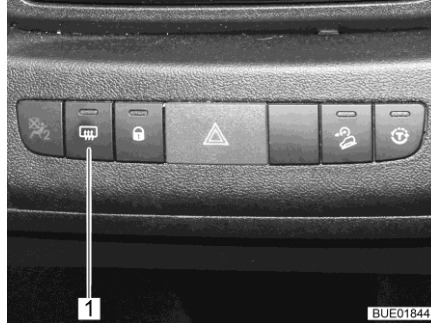

Fig. 43 Interruttore riscaldamento specchietti esterni
- Premere l'interruttore (Fig. 43,1) sul cruscotto. La spia di controllo nell'interruttore indica il funzionamento.